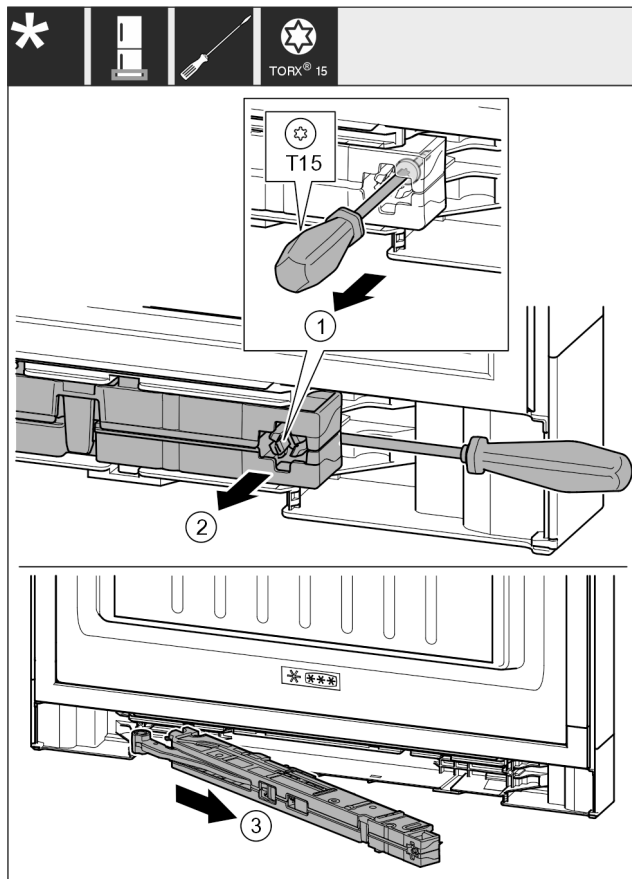

Fig. 19
- ▶ Ослабьте винт Fig. 19 (1) на узле амортизатора закрывания двери с помощью отвертки на 14 мм.
- ▶ При помощи отвертки отведите узел амортизатора закрывания двери Fig. 19 (2) со стороны ручки вперед.
- ▶ Извлеките узел амортизатора закрывания двери Fig. 19 (3).